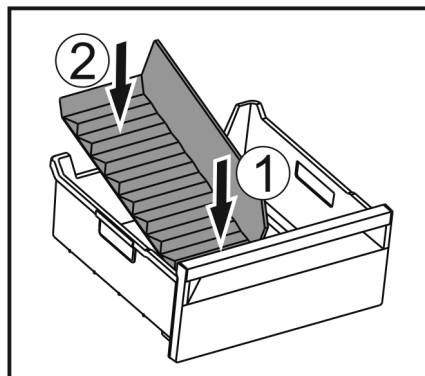

Fig. 100
- Vložte prednú časť oddelovača zásuvky na ľad. Fig. 100 (1)
- Spustite zadnú časť oddelovača zásuvky na ľad až na dno zásuvky. Fig. 100 (2)